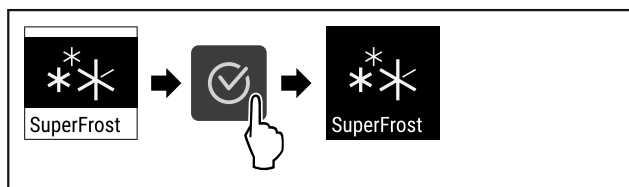

Fig. 93
- ▶ Izvedite zahtevane korake (glejte Fig. 93) .